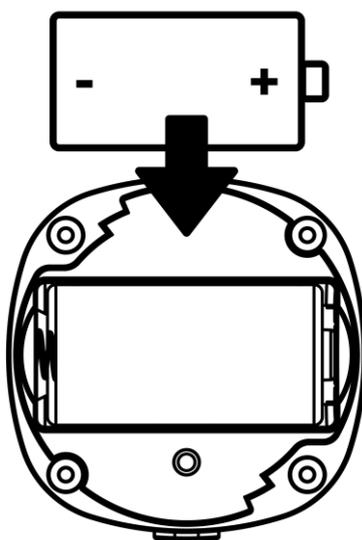

Bild 8 – Ausrichtung der Batterie beim Einsetzen in einen Rauchmelder
- Beachten Sie beim Austauschen der Batterie die Polarität (siehe Abb. 8 unten).